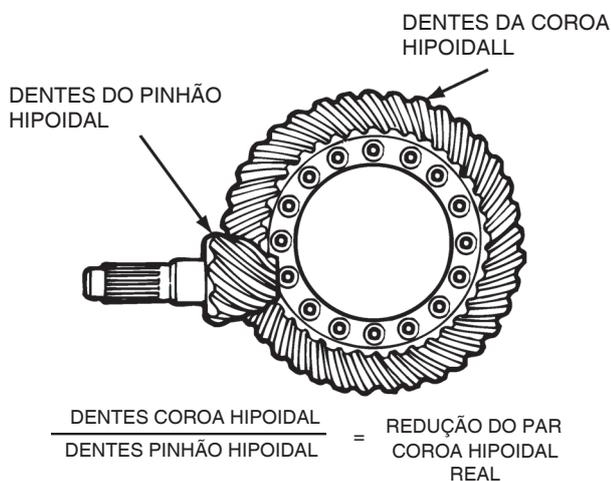

Figura 4.21
1. Conte o número de dentes da Coroa. Figura 4.21.
2. Conte o número de dentes do Pinhão. Figura 4.21.
3. Divida o número de dentes da coroa pelo número de dentes do pinhão para determinar a redução real do Par Coroa e Pinhão de cada eixo. Figura 4.21.